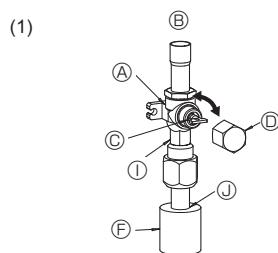
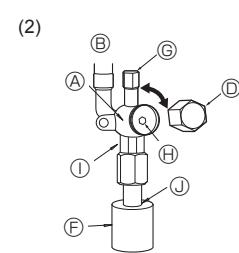

Fig. 4-5
Fig. 4-6
(1) Сторона с газом P71-140 (Fig. 4-5)
- ① Снимите колпачок, потяните ручку на себя и поверните на 1/4 оборота против часовой стрелки для открытия.
- ② Убедитесь в том, что запорный кран полностью открыт, надавите на ручку и поверните колпачок в первоначальное положение.
(2) Сторона с жидкостью P71-140 (Fig. 4-6)
- ① Снимите колпачок и поверните шток золотника против часовой стрелки до упора, используя для этой цели 4 мм шестигранный гаечный ключ. Прекратите поворачивать шток в момент, когда тот достигнет стопора.